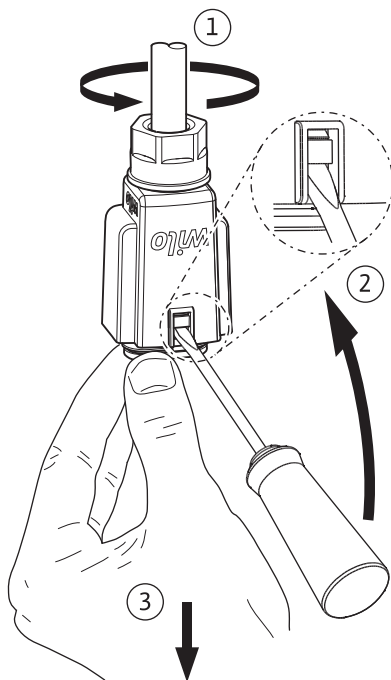

Fig. 6: Demontaža Wilo-Connectora
- Skinite Wilo-Connector s pumpe i demontirajte ga odgovarajućim odvijačem (Fig. 6).